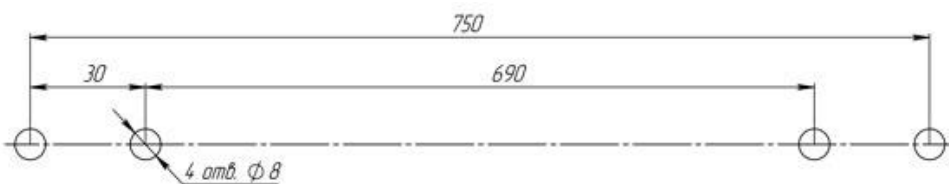
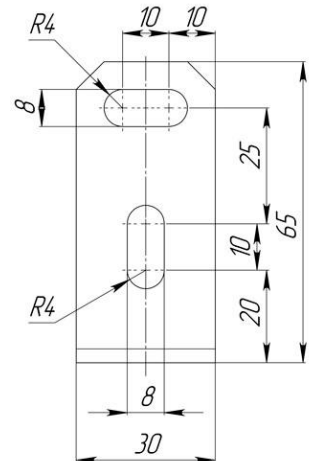

Рис. 5.
Рис. 6.
6.7.4 Просверлить отверстия под монтаж светильника согласно карте отверстий Рис. 5, с учетом карты отверстий крепления потолочного Рис. 6.